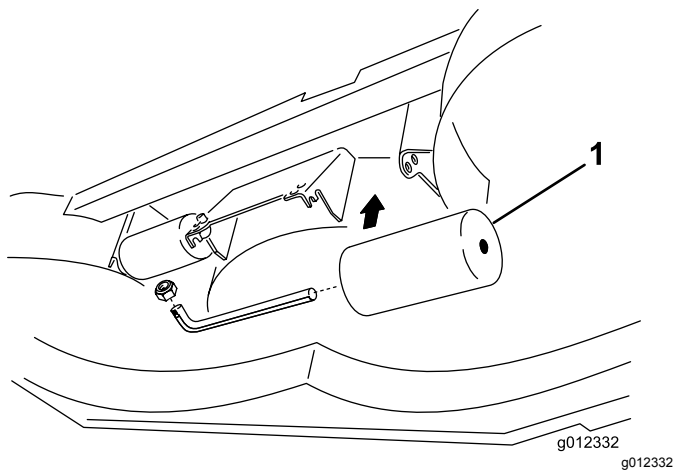

Figura 11
4. Para ajustar os rolos traseiros (internos); consulte a **Figura 11**.